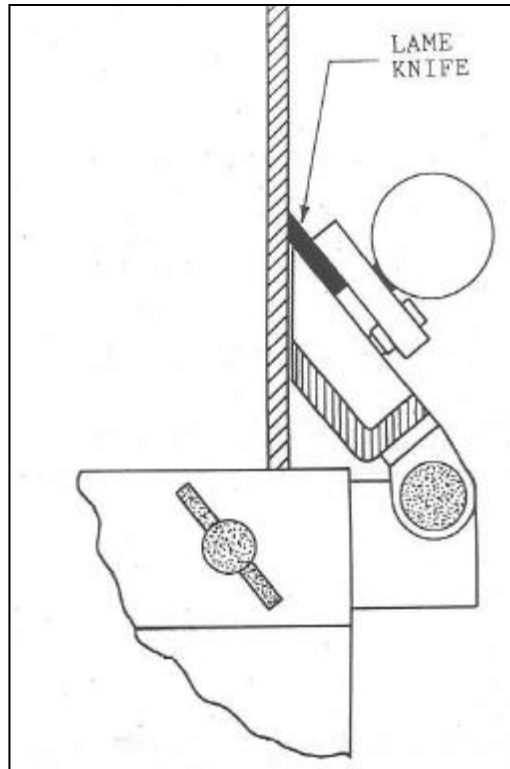

Figure 14
Adjust the carriage slide to the proper angle (HSS: 40°, carbide : 45°), with the help of a 7/16" wrench (Fig. 14(1)).
- 4- Ajuster la glissière du chariot à l'angle approprié (HSS : 40°, carbure : 45°), à l'aide d'une clé 7/16" (Fig. 14(1)).